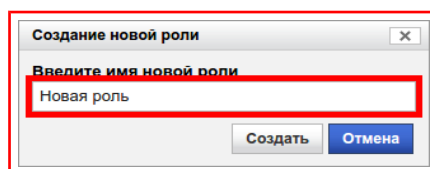

Рисунок 9.17 — Диалоговое окно «Создание новой роли»
- 2) В появившемся диалоговом окне ввести имя роли в поле под текстом **«Введите имя новой роли»**, рисунок 9.17;